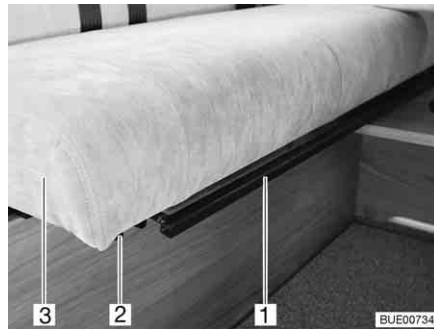

Bild 18 Rückenlehnenverstellung der Sitzbank
- Den Bügel (Bild 18,1) unterhalb der Sitzfläche (Bild 18,3) nach oben ziehen oder drücken und in dieser Stellung halten.
- Die Sitzfläche auf den Schienen (Bild 18,2) bis zur gewünschten Position oder bis zum Anschlag vorsichtig nach vorne ziehen.